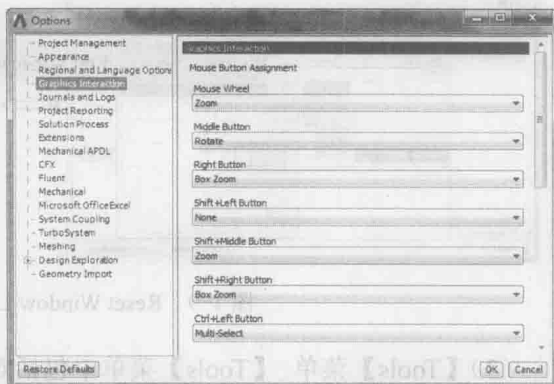

图 1-14 【Graphics Interaction】选项卡
- ✦ 【Graphics Interaction】选项卡：用于设置鼠标对图形的操作，如平移、旋转、放大、缩小等，如图 1-14 所示。